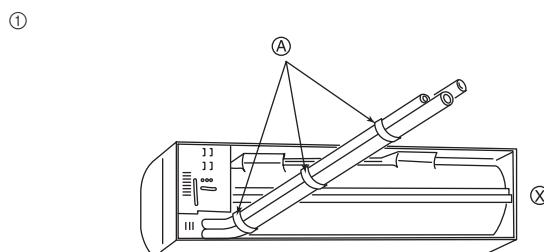
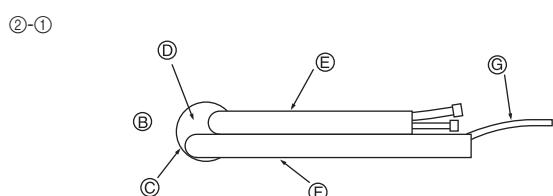

Fig. 3-4
Fig. 3-5
- ① Introduzca un hilo en el orificio y átelo.
- ② El nivel se puede comprobar fácilmente si se cuelga una plomada de la cuerda y se alinea ésta a la marca.
- ① Tuberías trasera, derecha e inferior (Fig. 3-4)
- ② Tuberías izquierda y posterior izquierda
- ②-① Para la tubería posterior izquierda, saque los tubos fuera del agujero para determinar la longitud correcta y acódelos. La unidad interior debe estar suspendida del soporte de fijación. (Fig. 3-5)